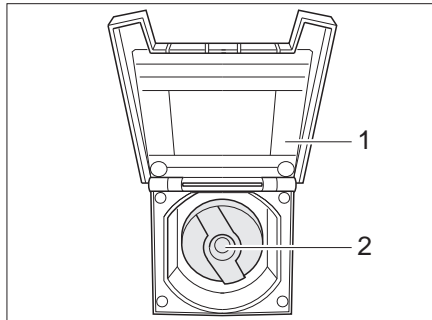

Bild 245 Verschlussdeckel für Trinkwasser-Einfüllstutzen
- Abdeckklappe (Bild 245,1) zum Trinkwasser-Einfüllstutzen öffnen.
- Schlüssel in Schließzylinder (Bild 245,2) stecken und eine viertel Umdrehung entgegen dem Uhrzeigersinn drehen.
- Trinkwasser-Einfüllstutzen (Bild 245) öffnen.